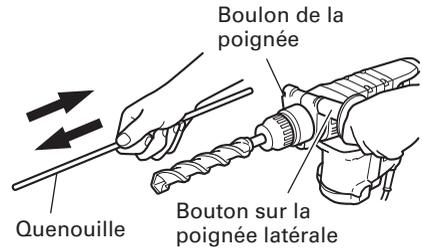

Fig. 12
7. Utilisation de l'arrêteoir (Fig. 12)